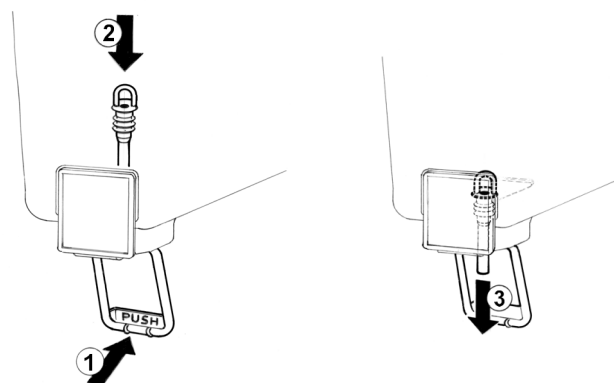

figura 5
2 Grifo con tubo de goma: empujar la palanca mando grifo (1) e insertar el tubo de goma de salida en su situación vertical en el fondo del contenedor (2). Tirar (3) ligeramente hacia abajo la extremidad del tubo de goma hasta ajustarlo completamente (ver figura 5).